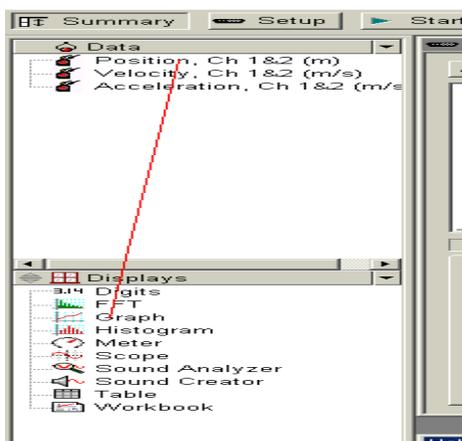
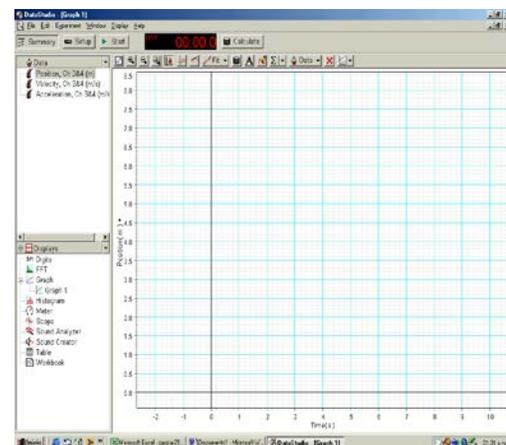

Figura No. 8
Figura No. 9
5. Con el fin de graficar el comportamiento de la posición del carro dinámico durante su movimiento, arrastre de la parte superior izquierda la opción position ch 1 & 2 (m) a la parte inferior izquierda sobre la opción GRAPH (*Figura No. 8*). Esta acción mostrará la ventana de graficación (*Figura No. 9*).